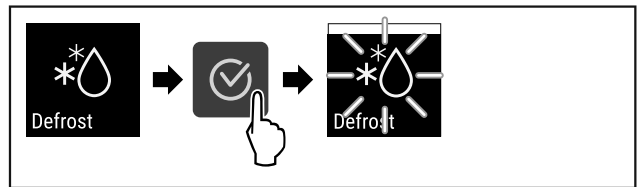

Fig. 85
► Vykonaťte kroky akcie (pozri Fig. 85) .